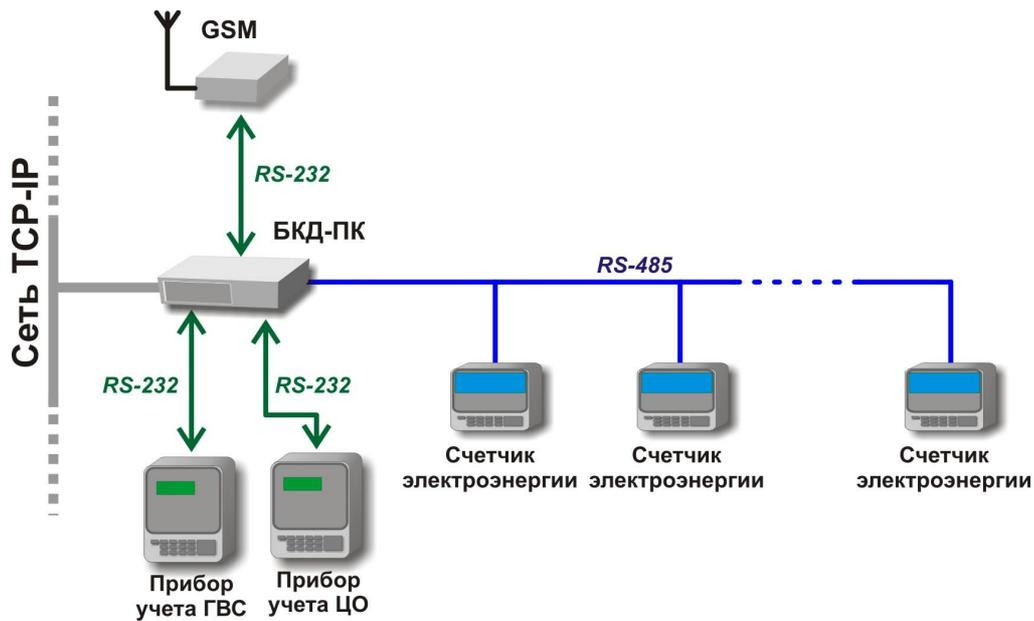

Рисунок 9 - Подключение приборов учета к БКД-ПК непосредственно через последовательные интерфейсы RS-232, RS-485
- непосредственно через последовательные интерфейсы RS-232, RS-485 (рисунок 9);